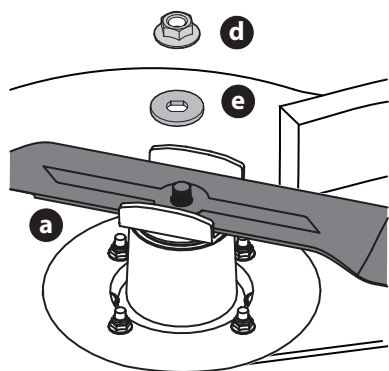

Fig. 45
- Quite la tuerca de seguridad con brida (d) y la arandela plana (e) sujetando la cuchilla (a) a la cortadora y extraiga la cuchilla (Fig. 45).